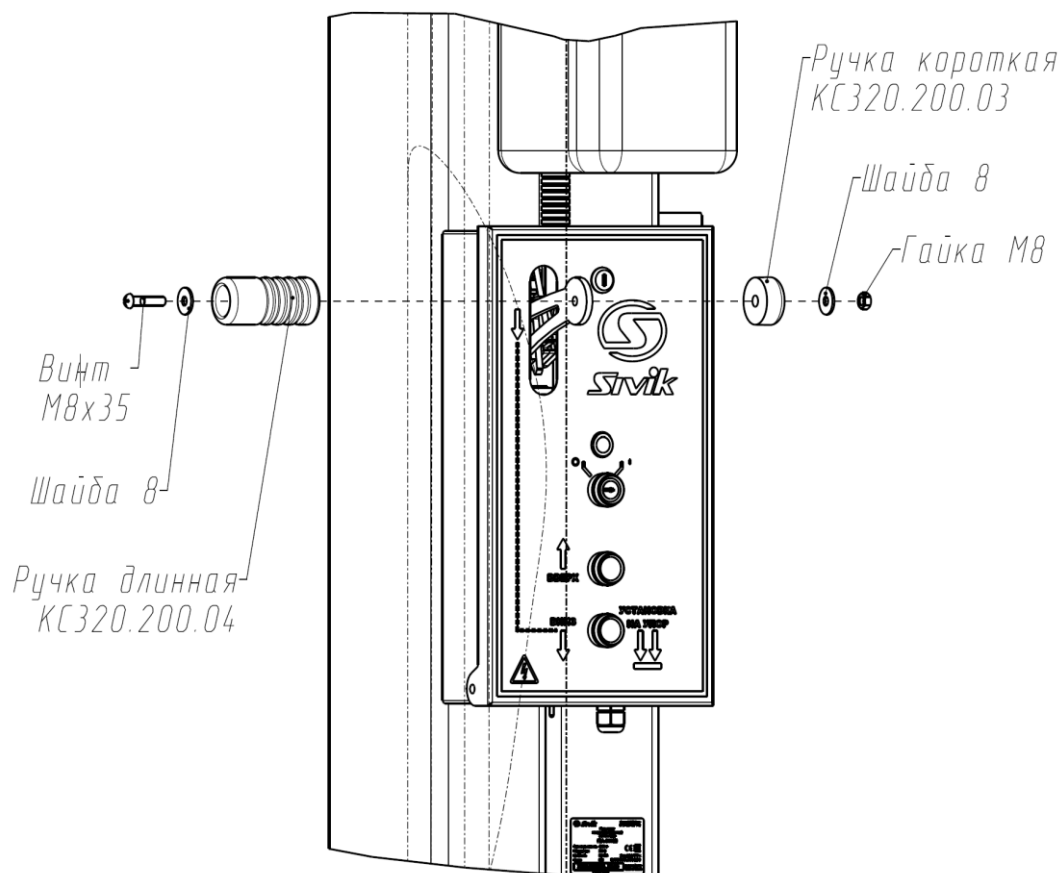

Рисунок 6.11 - Установка ручки управления стопорами
6.17 После завершения всех работ по монтажу и регулировкам, произвести установку ручки (см. рисунок 6.11)